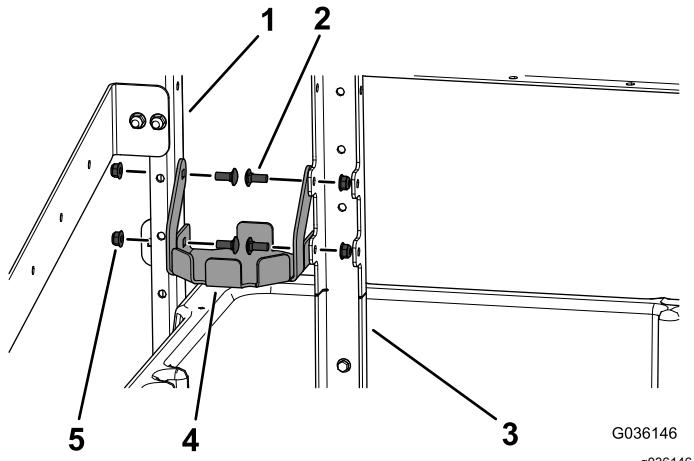

图 9
8. 如图 9 所示用 4 个托架螺栓 5/16 x 3/4 英寸和 4 个凸缘螺母 5/16 英寸将灭火器支撑架安装到侧立架支架和前立架支架上。